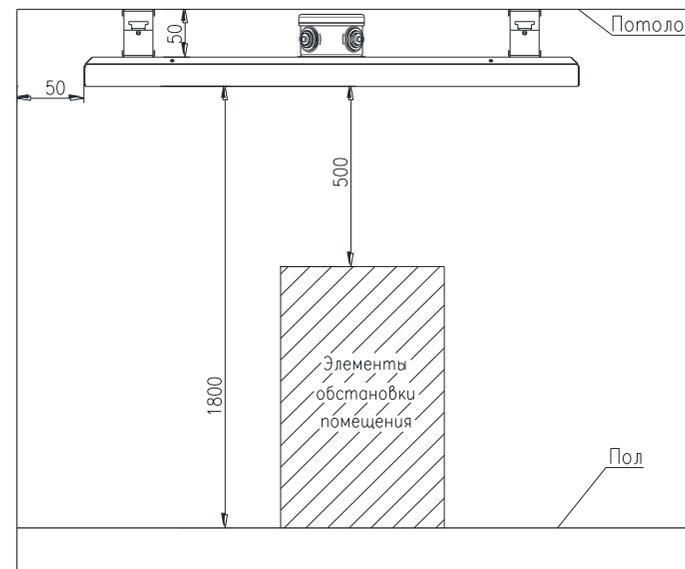

Рис.3. Минимальные расстояния от стен, потолка, пола и предметов интерьера помещения при монтаже обогревателей.
1.4 Рекомендуемая высота установки обогревателей для обогрева помещения указана в Таблице 1. Монтаж обогревателей осуществлять с учетом минимальных расстояний от стен, потолка, пола и предметов интерьера помещения, указанных на рис.3 Приложения 2.
- при монтаже необходимо соблюдать минимальные расстояния между обогревателем и стенами, потолком и полом и предметами интерьера помещения в соответствии с рис.3 Приложения 2.
7.1 При установке обогревателей необходимо пользоваться данными минимальных расстояний до предметов интерьера, стен и потолка, приведенными на рис.3.
7.3 При локальном обогреве конкретной зоны (рабочего места) помещения, обогреватель следует располагать непосредственно над обогреваемой зоной, соблюдая минимальные расстояния установки обогревателя см. рис.3 Приложения 2.